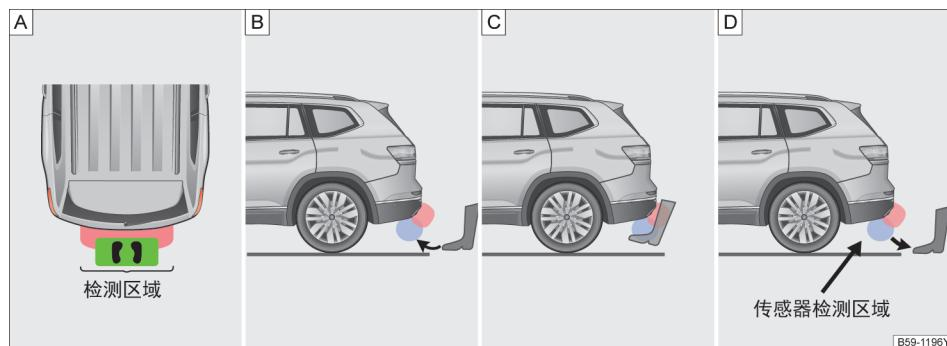

图 65 详细的脚踢步骤
内→图 65 [A]
- 2、控制小腿快速踢向行李厢盖→图 65 [B]
- 3、小腿紧紧靠近后保处停止，并且不能触碰到后保→图 65 [C]
置→图 65 [D]